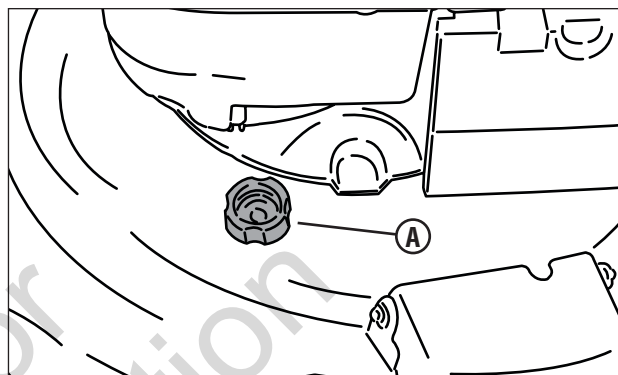

Figura 15: Puerto de deslave
5. Conecte el extremo macho de una manguera estándar con el conector del puerto de deslave (**A, Figura 15**).